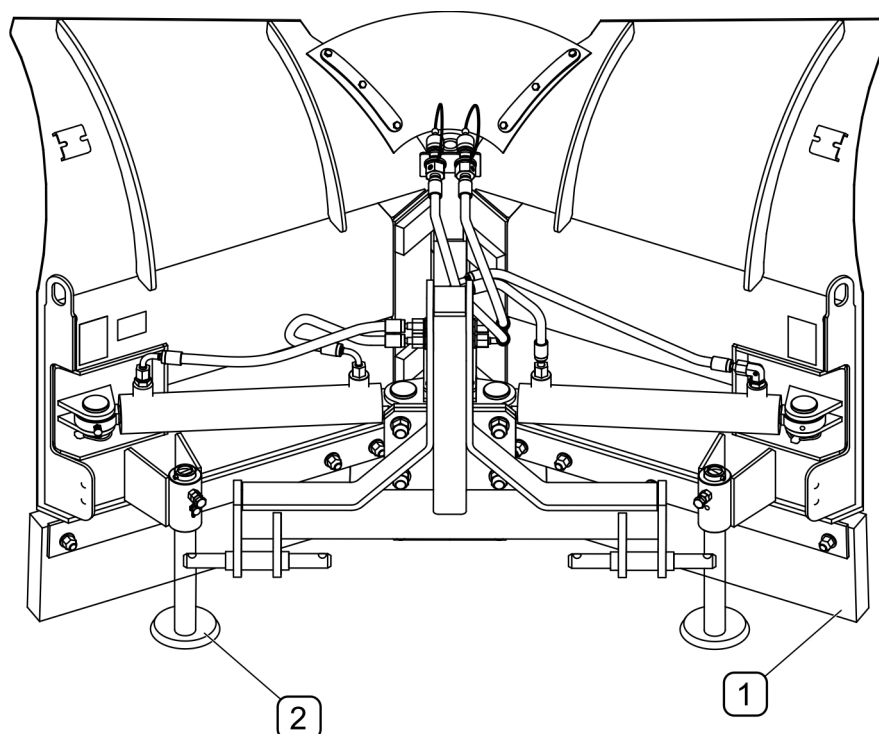

РИСУНОК 4.8 Положение снегоотвала после отсоединения от транспортного (1)- нижняя резиновая кромка отвала; (2)- скользящий элемент (опция)
- установить снегоотвал в положении "стрела", чтобы отвалы были развернуты назад (РИСУНОК 4.8),